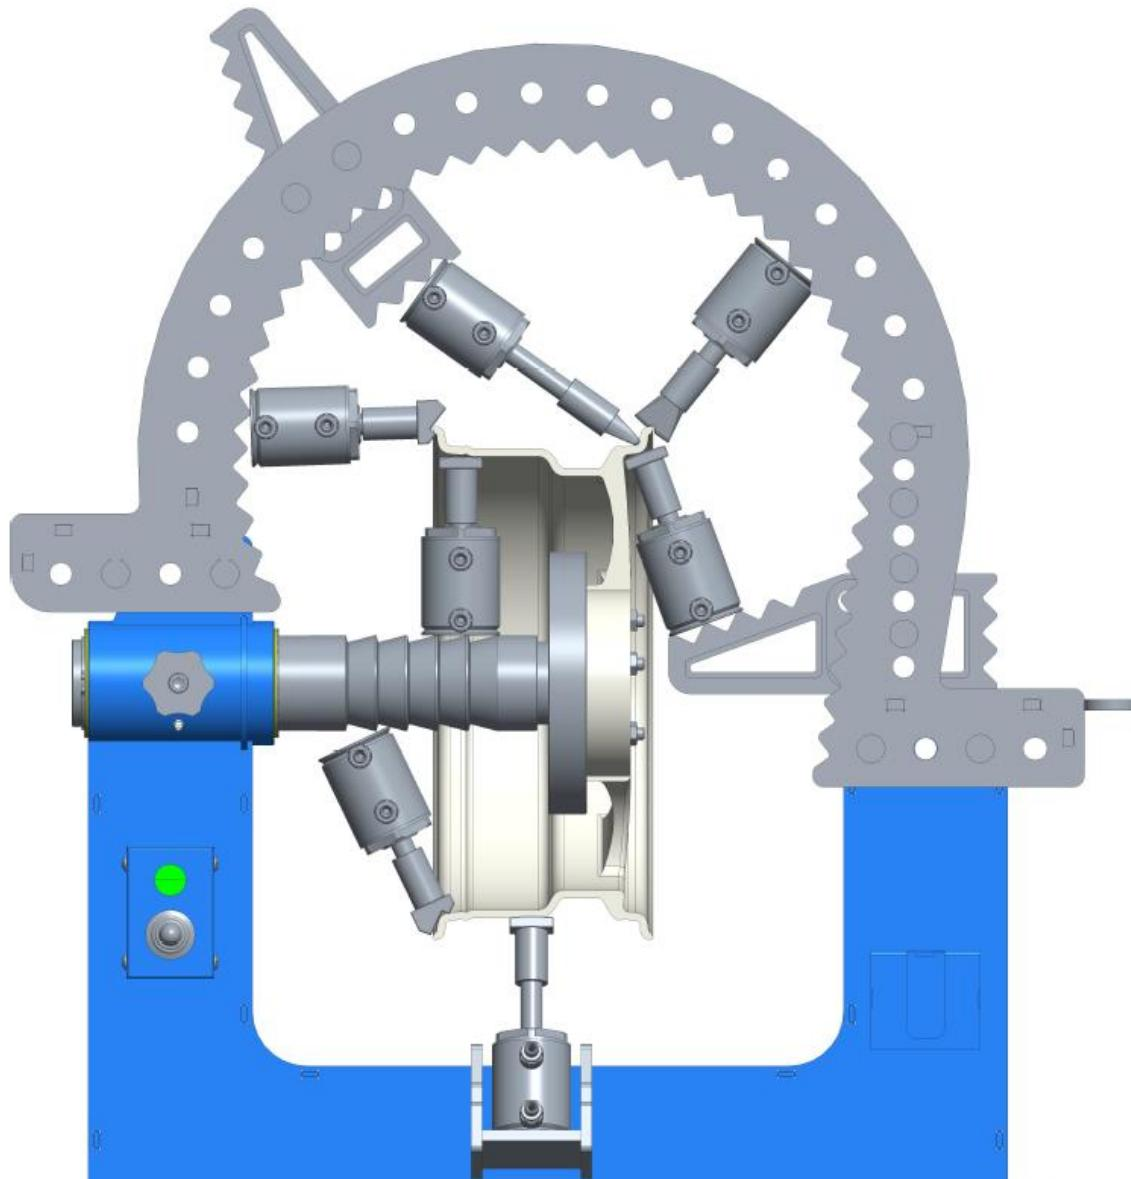

Рисунок 5. Примеры расположения гидроцилиндра с различными типами насадок при правке диска.
7.4. Подберите рихтующую насадку соответствующего профиля и вставьте её в шток гидроцилиндра D60. В зависимости от расстояния от упора гидроцилиндра до места правки можно воспользоваться удлинителями и переходниками из комплекта принадлежностей. При необходимости прогрейте диск, предназначенный для правки с помощью промышленного фена или другого источника тепла до температуры 150...250 °C. Температура прогрева зависит от типа сплава, из которого изготовлен диск. Включите электродвигатель гидравлического насоса. Вращая колесо, произведите рихтовку дефектного участка, продвигаясь от краёв исправляемой зоны к её центру, см. рисунок 5.